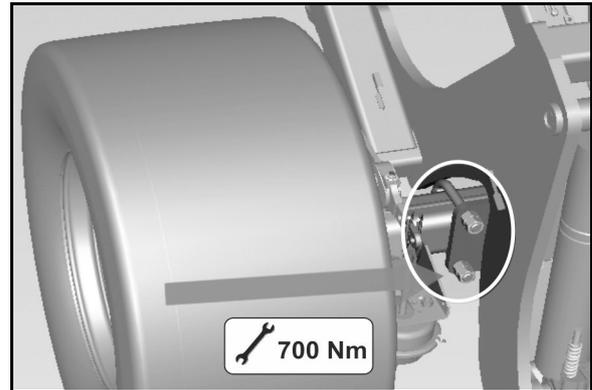

Fig. 61
1. Desenroscar las dos cubiertas protectoras (Fig. 61/1) de la parte interior del tambor del freno.
La suciedad procedente del exterior puede acumularse sobre los forros del freno (Fig. 61/2) y perjudicar seriamente el rendimiento de frenado.